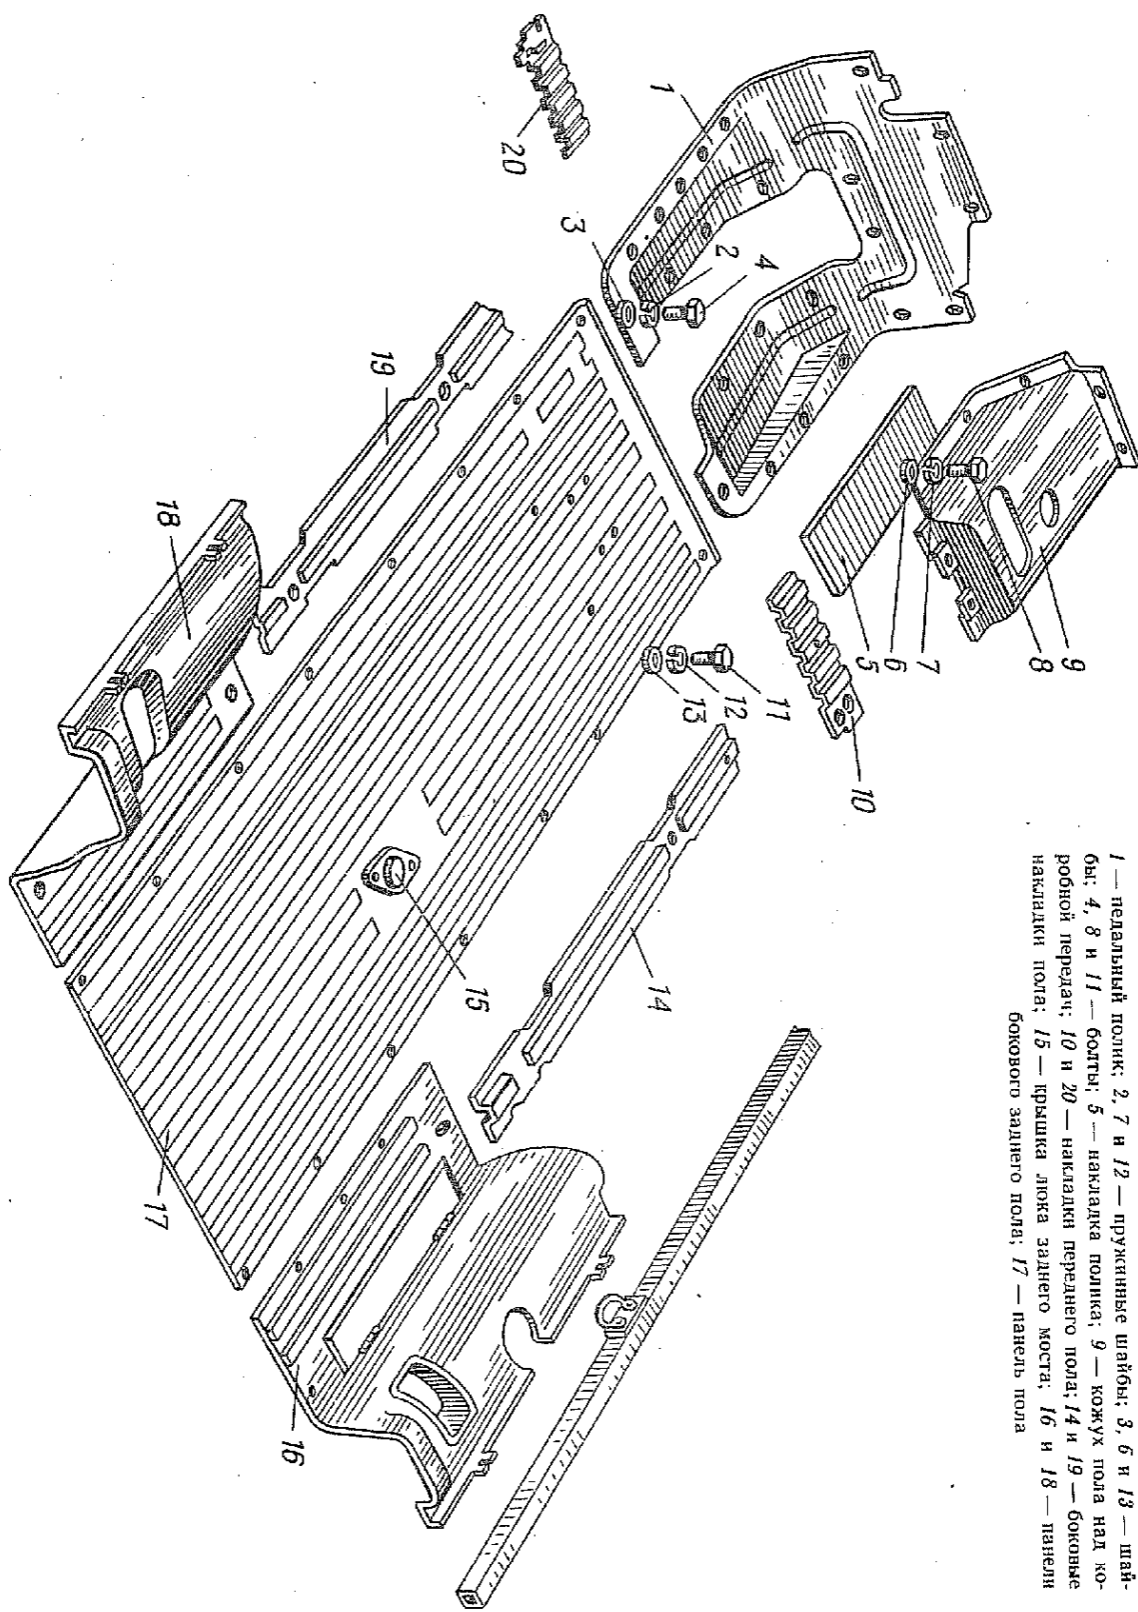

Рис. 1. Пол в сечении:
1.4.1. Вывернуть болты 8 (рис. 1) крепления кожуха пола над коробкой передач (ключ 10).
1.4.5. Приподняв вал рулевого колеса, снять кожух 9 (рис. 1) пола над коробкой передач, накладку 5 полка и педальный полк 1.